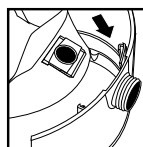

FIGURA 28
41. Deslice el deflector de entrada con la bolsa filtrante acoplada en la guía del deflector. **FIGURA 28.**